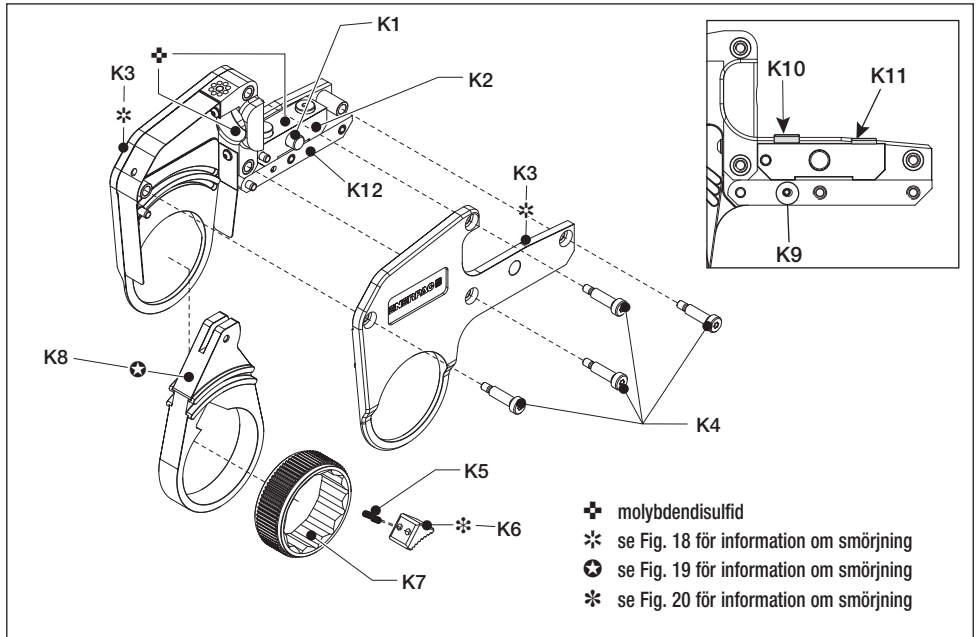

Fig. 16
5.4 Förebyggande underhåll – Kasset (Fig. 16, 18, 19 och 20)
5.5 Fullständigt underhåll – Kasset (Fig. 16, 18, 19 och 20)